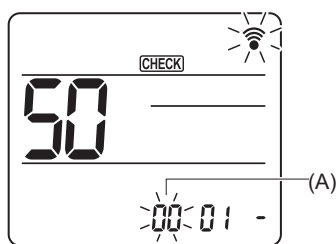

Fig. 6-20
Appuyez sur les touches **↓** pour régler le numéro d'appareil (A). (Fig. 6-20)